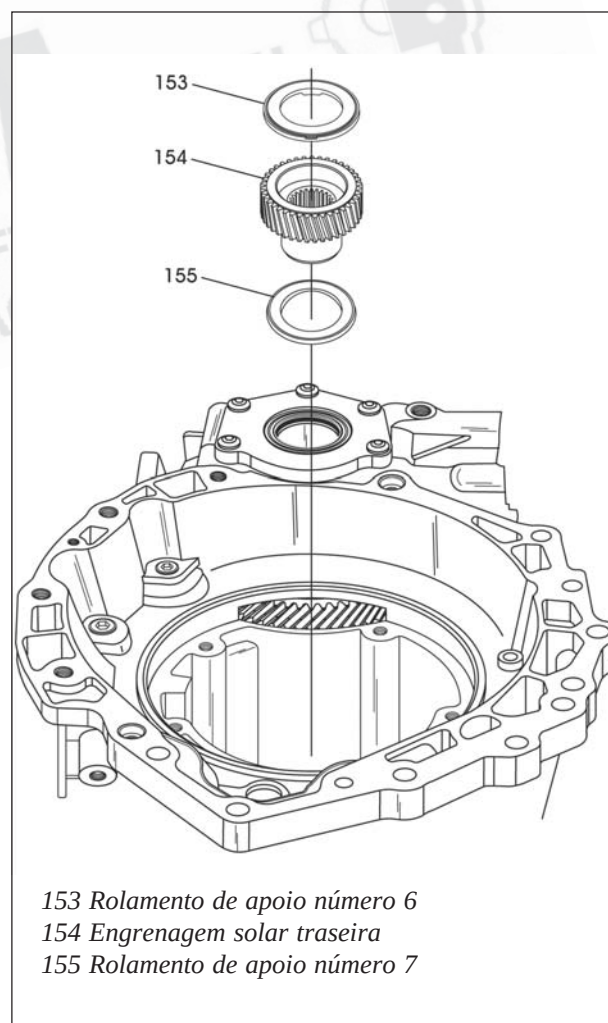

Figura 68
52. Remova o rolamento de apoio número 6 conforme mostra a figura 68.
53. Remova a engrenagem solar traseira, conforme mostra a figura 68.
54. Remova o rolamento de apoio número 7, conforme mostra a figura 68.